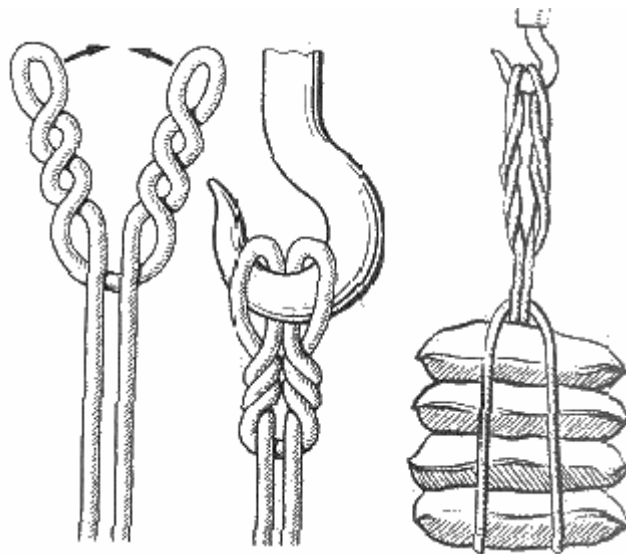

Рис. 107. "Кошачья лапа"
**"Кошачья лапа"** (рис. 107). Название этого узла попало в русский морской язык из английского. На этом языке он называется "The Cars Paw", что следует переводить как "кошачья лапа". Но по какому-то недоразумению этот узел у нас давно стали называть "кошачьи лапки", хотя по-английски существительное "Paw" <лапа> стоит в единственном числе, а не во множественном (Paws). Действительно, завязанный узел похож на лапу кошки. Этот узел применяют в тех случаях, когда строп нужно прикрепить к гаку с таким расчетом, чтобы не было лишней слабину. Чтобы завязать этот узел, петлю стропа кладут сверху на два его конца — получаются две небольшие петли, каждую из которых одновременно перекручивают наружу несколько раз в зависимости от того, на сколько нужно уменьшить строп. Потом петли сближают и надевают на гак. "Кошачья лапа" не зажимается намертво, и узел легко снять с гака, если на строп нет нагрузки.